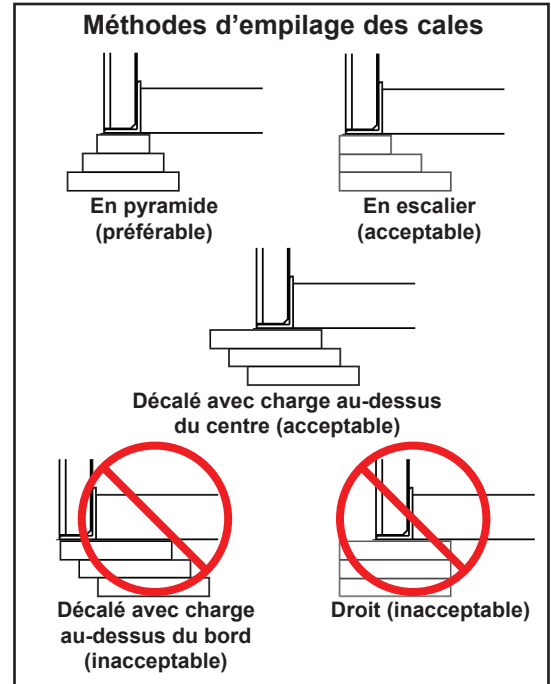

Figure 14
18. Placer des cales aux emplacements (**B et E**) suivant une méthode de calage appropriée (voir Figure 14). Les deux tourillons de vérin de plateforme doivent être solidement calés sur toute la longueur du tourillon. S'assurer que les tourillons sont de niveau latéralement et d'avant en arrière.